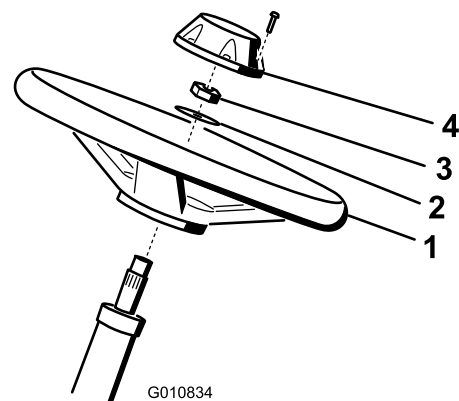

Bild 3
1. Schieben Sie das Lenkrad auf die Lenkwelle (Bild 3).
2. Schieben Sie die Scheibe auf die Lenkwelle (Bild 3).
3. Befestigen Sie das Lenkrad mit einer Klemmmutter und ziehen es auf ein Drehmoment von 27-35 N·m an (Bild 3).
4. Montieren Sie den Deckel mit der Schraube am Lenkrad (Bild 3).